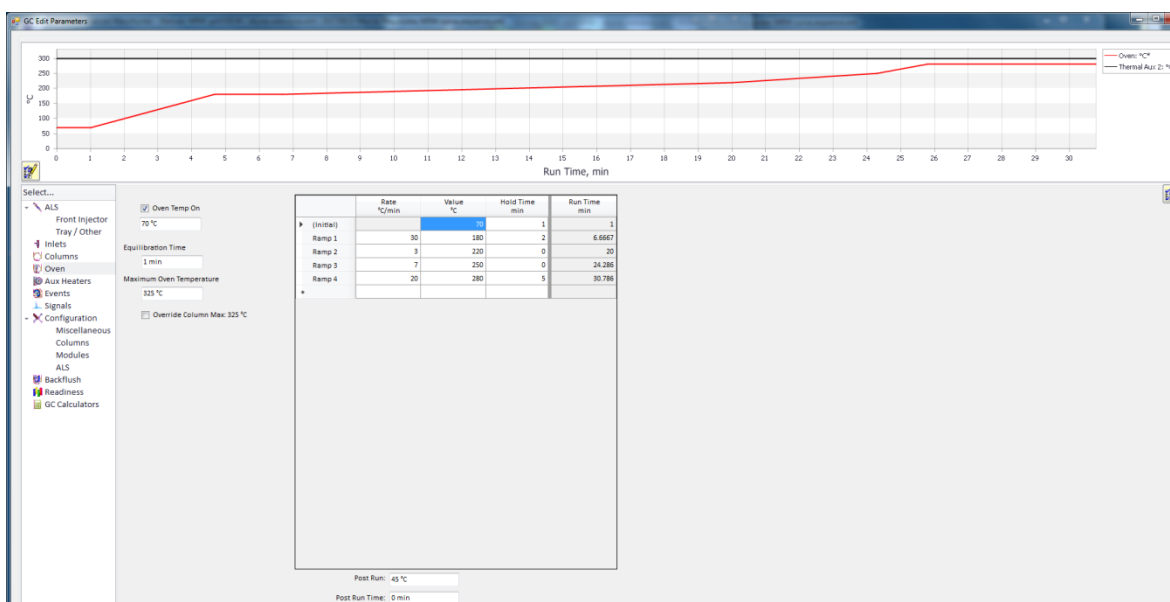

Figura 34. Programa de temperatura del horno cromatográfico.
8.6.7. Parámetros del horno cromatográfico. En el menú del panel de navegación izquierdo seleccionar **Oven**, dar **click** en la caja del **Oven Temp On** e introducir la temperatura de inicio de la corrida cromatográfica. El campo de **Equilibration Time** (min), se refiere al tiempo utilizado para estabilizar el equipo después que ha alcanzado las condiciones de flujo y temperatura para iniciar una nueva corrida. En el campo **Maximum Oven Temperature**, establecer la temperatura máxima que puede alcanzar el horno de acuerdo con la temperatura máxima permitida por la columna. Configurar la rampa de temperatura del horno. Si desea puede activar el **Post Run** introduciendo la temperatura a la que llegaría el horno después de finalizar la corrida cromatográfica y el tiempo que dura en el campo del **Post Run Time** (véase **Figura 34**).